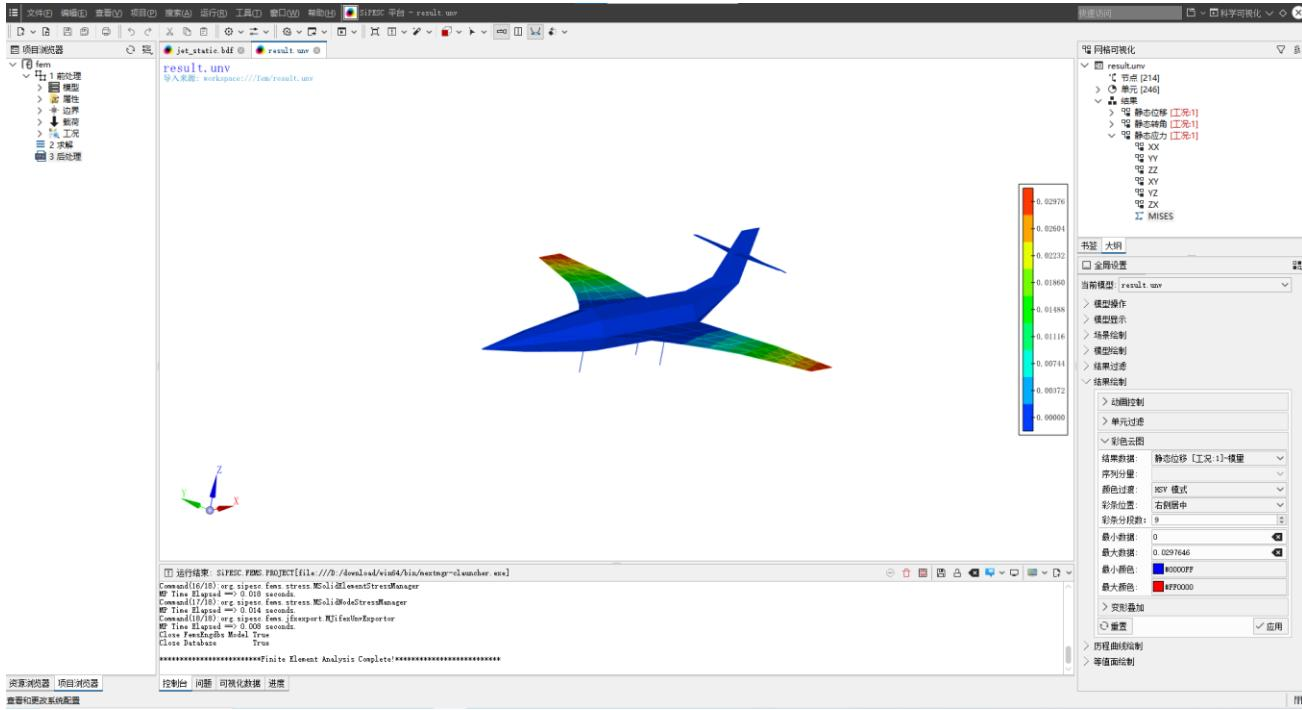

图 5-8 位移云图
- 结果数据选择“静态位移[工况：1]-模量”，点击应用按钮，此时，编辑器窗口将显示位移云图，如图 5.8 所示。